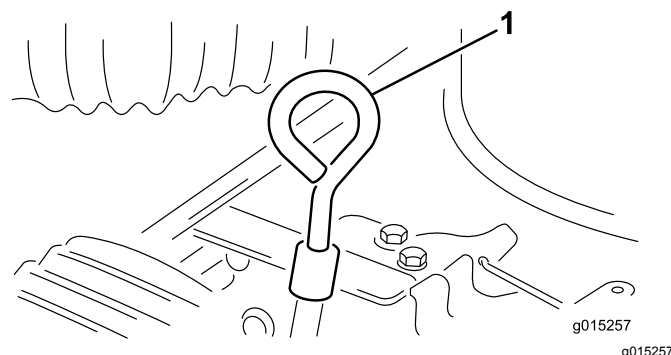

Рисунок 8
2. Очистите поверхность вокруг масломерного щупа, чтобы загрязнения не попали в заливное отверстие и не повредили двигатель (Рисунок 8).